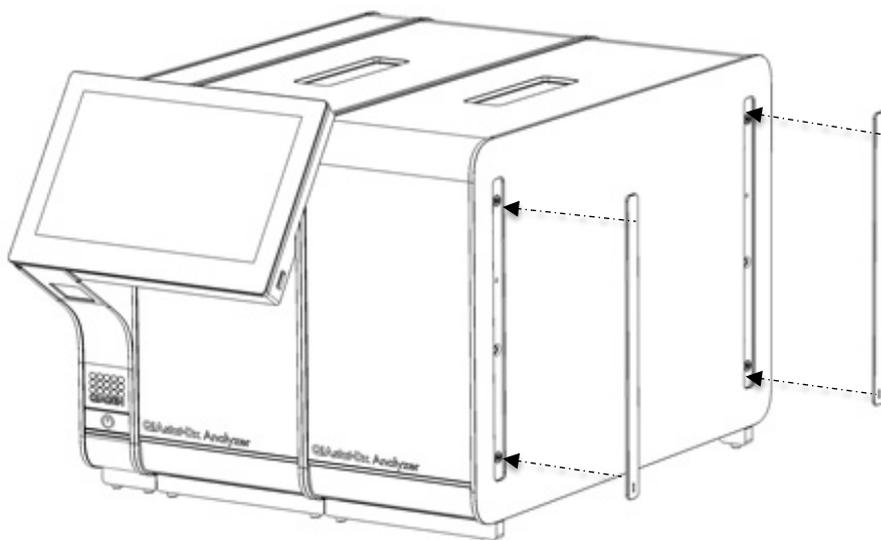

Figure 17. Remise en place des capots de protection sur le module analytique supplémentaire.
5. Remettez en place les capots de protection sur le côté du module analytique supplémentaire (Figure 17).